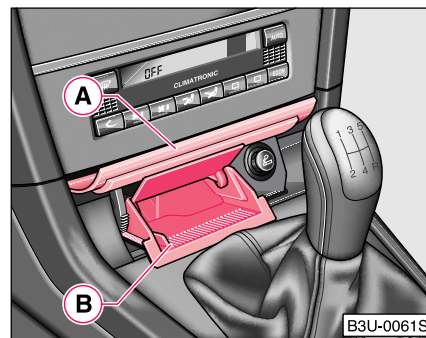

Fig. 80 Consola centrală: Scrumiera din față
- Apăsăți partea inferioară a capacului scrumierii - vezi poziția (A) ⇒ Fig. 80.
- Prindeți capătul scumierei  ⇒ pagina 91, Fig. 80 de adânciturile laterale și scoateți scumiera.